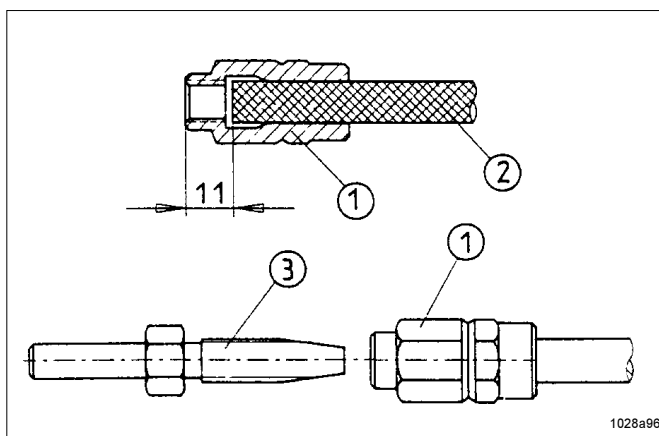

Fig.26: Préontage de la douille filetée et l'embout sur le tuyau polyamide haute pression
- Visser la douille filetée rep. 1 Fig.26, sur le tuyau polyamide rep. 2 dans le sens horaire contraire jusqu'à ce que la dimension de 11 mm, comme indiqué sur la figure, soit obtenue. Ensuite, visser l'embout rep. 3 dans la douille filetée 1.